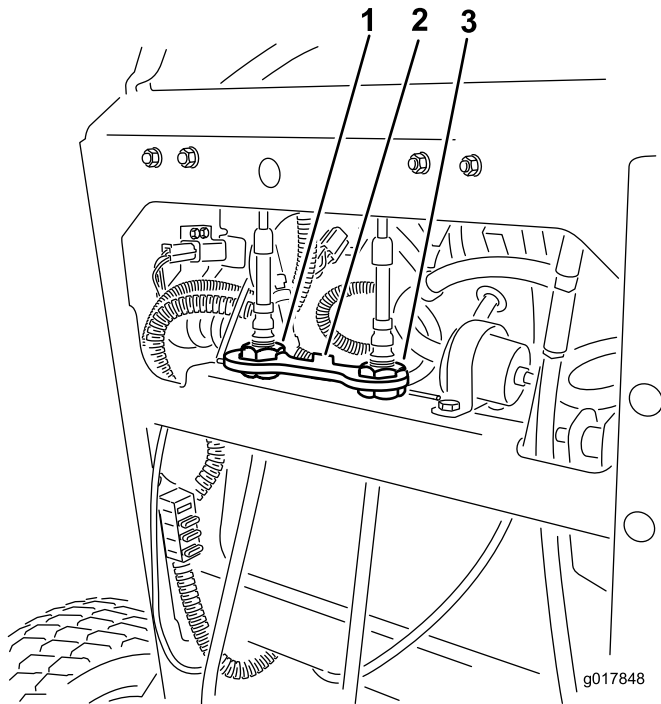

Figura 80
6. Instale la pletina de bloqueo sobre las tuercas de ajuste de los cables para afianzar el ajuste (Figura 80).